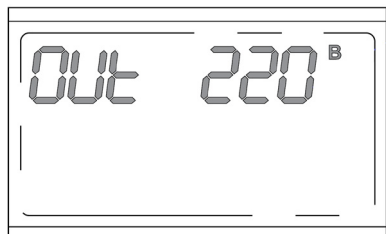

Рисунок 36. ЖК-дисплей в режиме настройки выходного напряжения
1. Двойным быстрым нажатием кнопки  перевести ЖК-дисплей в режим настройки выходного напряжения (**рисунок 36**).
2. Дождаться щелчка (3 секунды после перевода автоматического выключателя «Байпас» в положение ON («I»)) и двойным быстрым нажатием кнопки  перевести ЖК-дисплей в режим настройки выходного напряжения (**рисунок 36**).